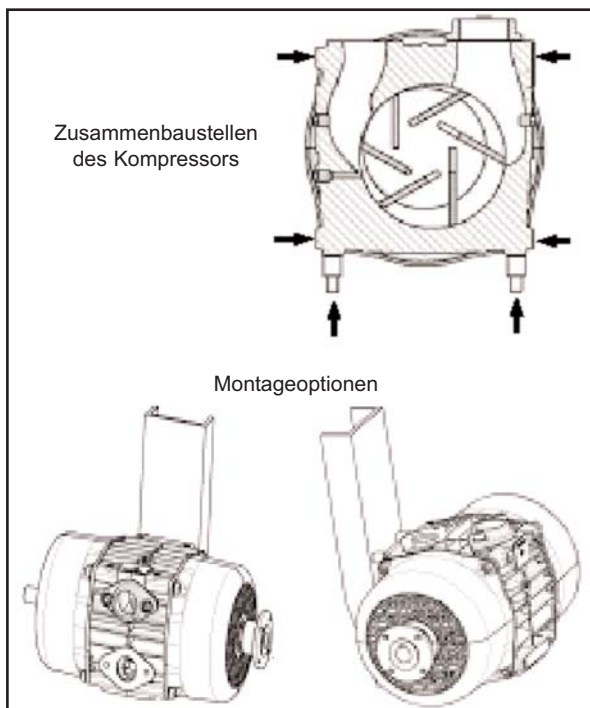

Abb. 1 - Montage
- Die Zusammenbaustellen des Kompressors E-106 befinden sich an beiden Seiten des Gehäuses und am Sockel. Die Montage erfolgt mit Hilfe der mitgelieferten Gewindebolzen und Distanzhalter (siehe Abb. 1). Neben dem normalen Montagebock kann Blackmer auch Halterungen liefern, die sich an die existierenden Anlagen mit anderen Kompressortypen anpassen lassen.